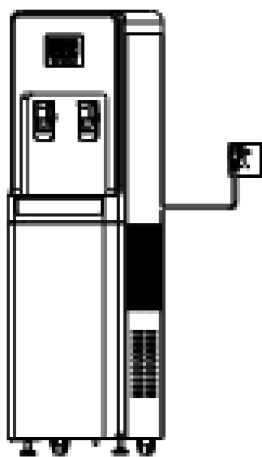

图 1 · 从插座上拔下设备电源插头
- 1. 拔下设备电源插头（图 1）。
1. 拔下设备电源插头（图 1）。
1. 从墙壁插座上拔下设备电源插头（图 1）。
1. 断开设备电源（图 1）。
5. 将设备移离墙面（图 1）。